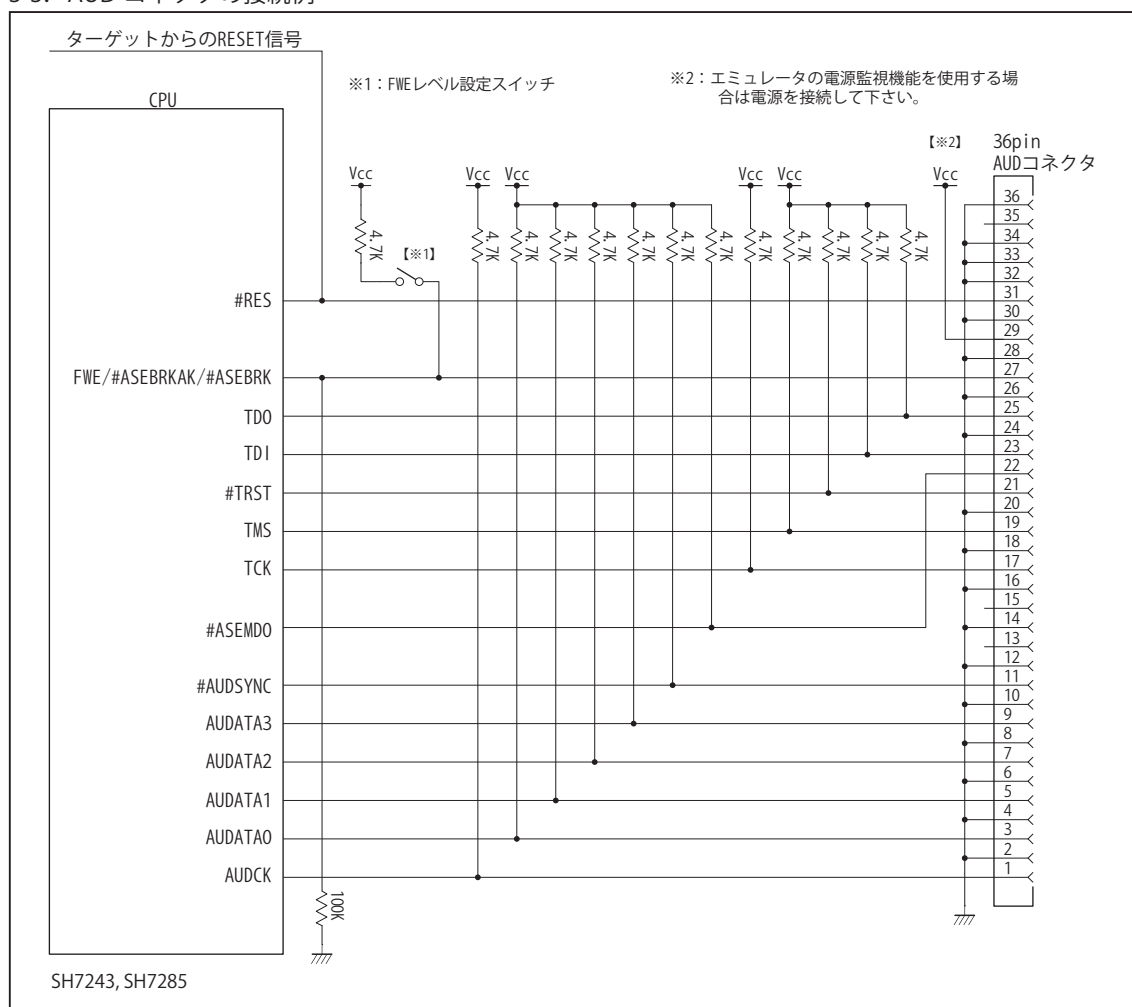

図6. AUD コネクタ接続図 (SH7243, SH7285)
- ・図6に記載されている抵抗値は参考値です。
- ・FWE 端子 (入力端子) は #ASEBRKAK/#ASEBRK 端子 (入出力端子) とマルチプレクサされています。そのため FWE 端子のレベル設定は Vcc や GND に直結せず、図6の様にプルアップ/プルダウン抵抗で行って下さい。